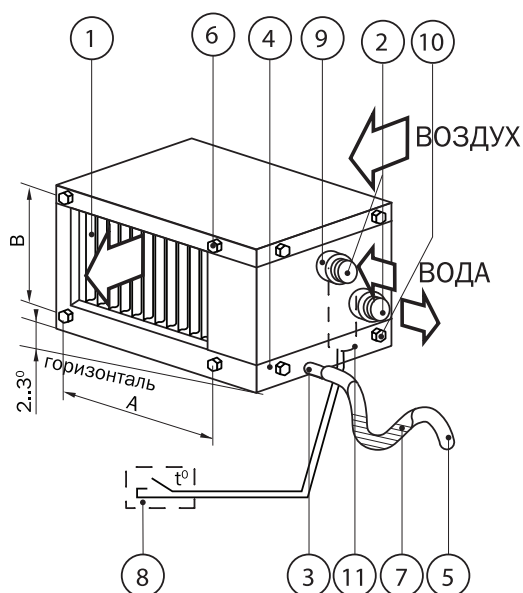

Рисунок 34. Устройство водяного воздухоохладителя:
Для свободного слива конденсата из поддона устанавливаются воздухоохладители в канал вентиляции необходимо с небольшим наклоном (2–3°) к горизонтали в сторону сливного патрубка (см. рис. 34).
Монтаж воздухоохладителей в системе вентиляции осуществляется путем крепления его к ответным фланцам воздухопроводов или других агрегатов вентиляционной системы при помощи болтов (6 на рис. 34), предварительно вывернутых из корпуса (усилие затяжки не более 2 кг/м). Необходимо обязательно герметизировать стыки соединения легкоъемным уплотнителем для возможности демонтажа корпуса при техническом обслуживании.
На патрубок (3 на рис. 34) надевается дренажный шланг (5) с внутренним диаметром $\varnothing 20$ мм для отвода образующегося при работе конденсата из поддона (4). Уклон шланга при прокладке должен быть не менее 0,01-0,02 (без подъемов и провисаний).
Для предотвращения засасывания конденсата обратно в систему рекомендуется установить на сливном патрубке специальный сифон либо организовать на сливном шланге участок засифонивания – изгиб (7 на рис. 34).
Для контроля работы воздухоохладителя достаточно установить датчик температуры теплоносителя на выходе в нижней части соответствующего патрубка водяного коллектора (2 на рис. 34). Датчик устанавливается взамен заглушки 11 при снятом поддоне 4. Кабель от датчика проводится через боковую стенку корпуса в любом удобном месте при обеспечении герметизации отверстия ввода.